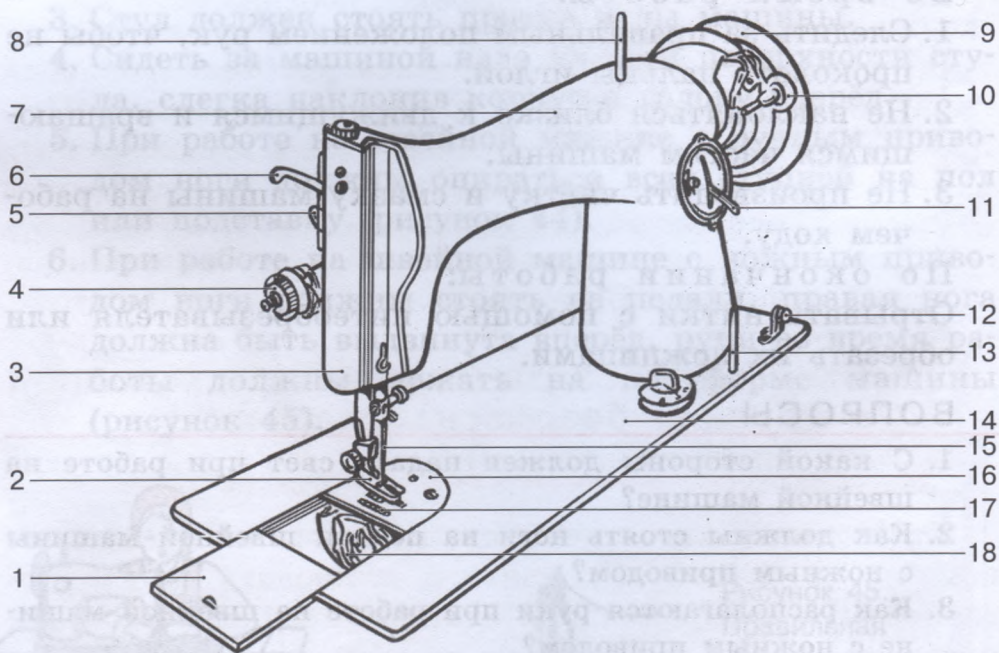

Рисунок 46. Устройство швейной машины:
Швейная машина с ручным приводом и швейная машина с ножным приводом имеют одинаковые основные части и детали (рисунок 46).
1. Рассмотрите рисунок 46.